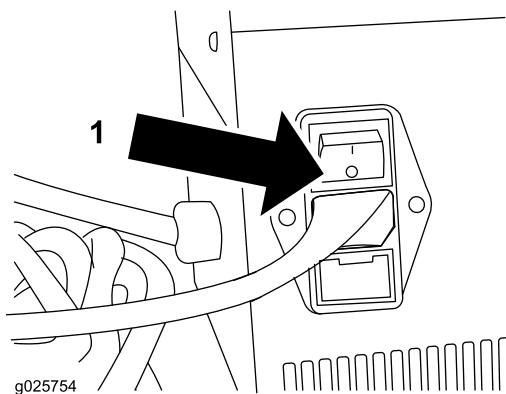

Figura 5
4. Compruebe que el cargador está apagado (Figura 5).